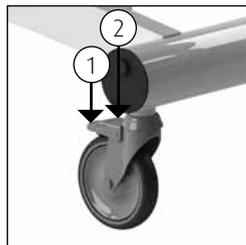

Abbildung 1 Rollenblockierung.
- Die Marina basic kann gebremst werden, indem die blaue Lippe (1) am Rad nach unten geschoben wird (siehe Abbildung 1).
- Um die Marina basic von der Bremse zu lösen, muss die gleiche Lippe des Rades nach oben bewegt werden, indem man auf die Oberseite der Lippe (2) drückt (siehe Abbildung 1).